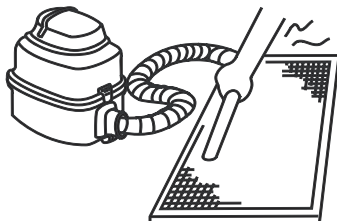

Рис. 15.2
- a) Во время чистки пылесосом приточная сторона фильтра должна быть направлена вверх (см. рис. 15.2).